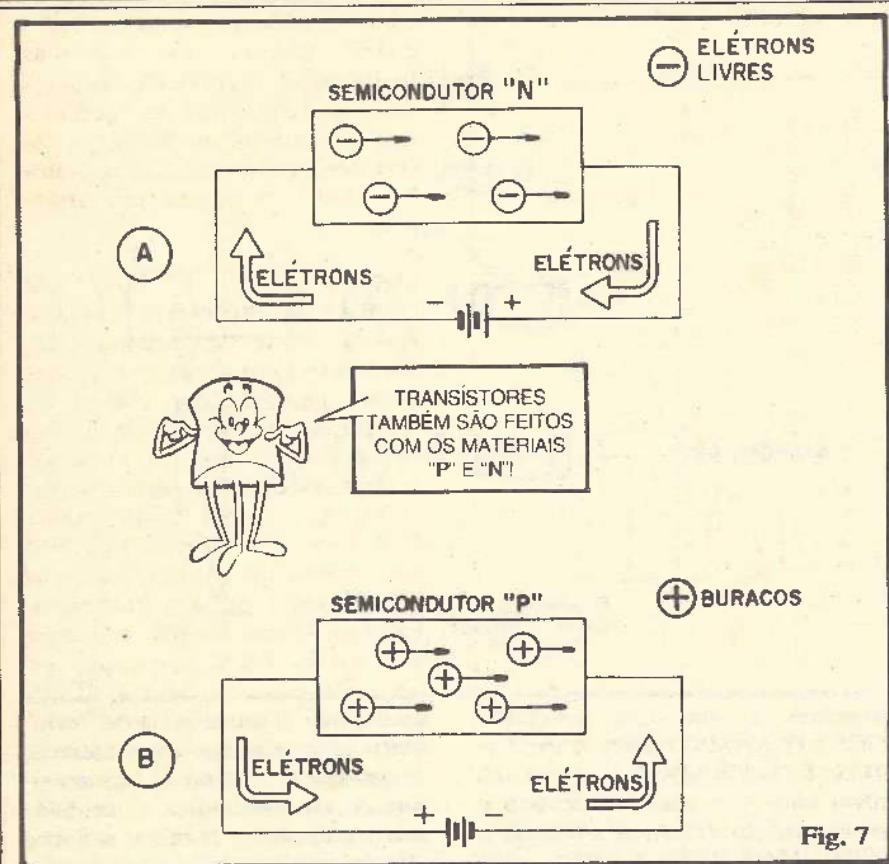

Fig. 7
- FIG. 7 - Como a condução da corrente se realiza, nos materiais semicondutores tipo "N" e tipo "P". Os materiais do tipo "N" levam a corrente de maneira semelhante à feita pelos condutores comuns (metais, por exemplo...), porém em menor grau... Eles têm **elétrons livres** (cargas negativas) que podem facilmente mover-se dentro da estrutura do material, atraídos ou repelidos pelas polaridades da fonte de tensão a eles aplicada (pilhas, por exemplo...).
Com um pouquinho de esforço e raciocínio, podemos interpretar que "BURACOS" andando "para lá", corresponde a ELÉTRONS LIVRES andando "para cá". Observar, na fig. 7, as setas indicativas do fluxo eletrônico que, em qualquer dos casos, se dá o polo NEGATIVO para o polo POSITIVO das pilhas (mesmo com "portadores de corrente" diferentemente polarizados...).